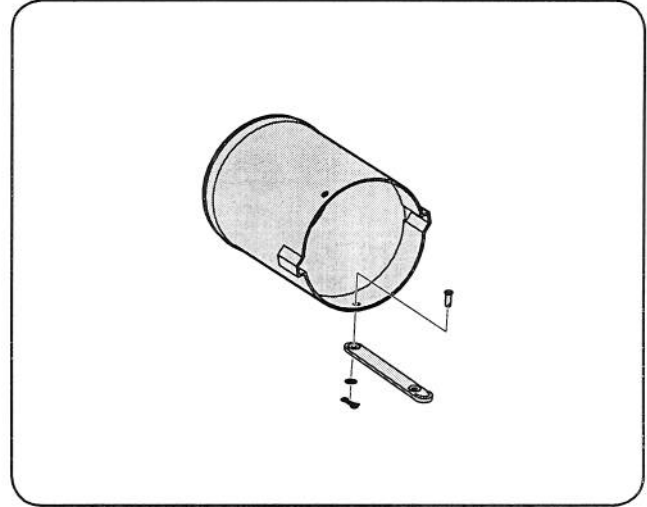

Figure 4-22
13. Installation de la sangle de caoutchouc sur la chute d'eau tube en utilisant l'étrier d'autres broches, machine à laver plate et avant-cravate épingle de la goupille de matériel pack 689-00092B. Joindre la fin avec le trou le plus proche de la fin de la sangle, comme on l'a vu dans la Fig. 4-22. Il sera ainsi plus facile de saisir sur la sangle pour tirer, étirer et crocheter sur l'herbe-catcher broches déjà installé sur la chute d'eau coude à l'étape précédente.